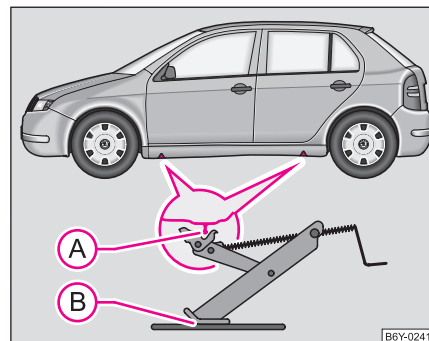

Fig. 161 Înlocuirea roții: Puncte pentru fixarea cricului
- Pentru ridicarea autovehiculului căutați punctul de fixare a cricului cel mai apropiat de roata defectă ⇒ pagina 224, fig. 161.
- Așezați cricul astfel încât gheara acestuia să cuprindă elementul vertical de sub prag (A), și suprafața de sprijin a cricului (B) să se afle complet pe sol.